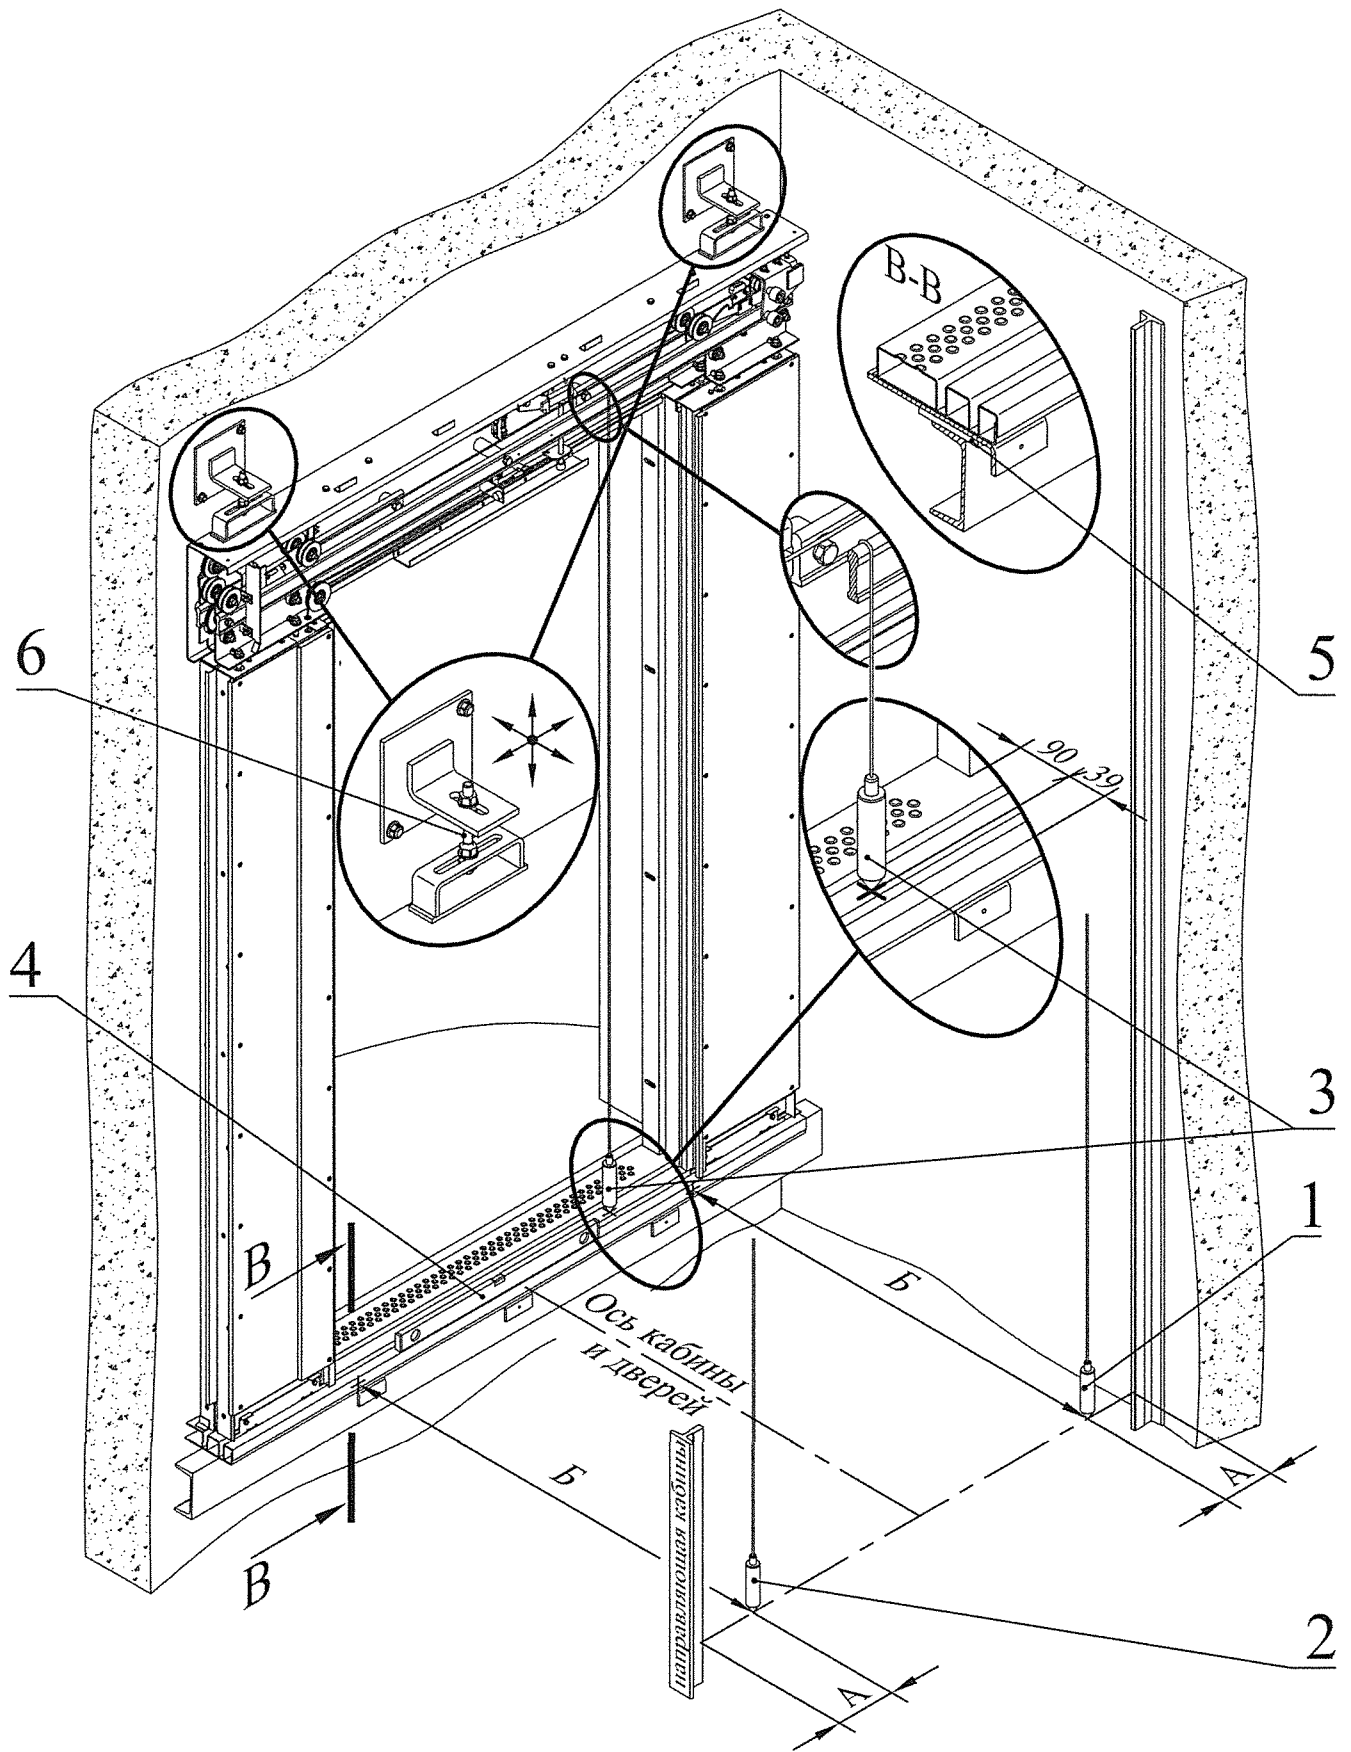

Рисунок 3 – Монтаж дверей с помощью отвесов и уровня
1.2.3 В зоне верхних уголков с помощью шпилек и гаек 6 (рисунок 3) дверь навесить на верхние уголки и расстропить.
Выставить размеры Б (см. рисунок 3) от оси направляющих кабины до порога дверей шахты, выдерживая расстояние А от направляющей кабины и выполнить совмещение оси дверей с осью кабины путем требуемого перемещения двери в шахте. Размер Б берется в монтажном чертеже лифта.
регулировки уровня пола использовать регулировочную пластину 5 (см. рисунок 3, сечение В-В) нужной толщины, вкладывая её между порогом и швеллером. Пространство под порогом заделать раствором бетона после регулировки двери. Для исключения попадания воды в шахту, рекомендуем порог двери
- с помощью уровня 4 (рисунок 3) выставить порог дверей шахты. Порог должен быть установлен горизонтально как в продольном, так и поперечном направлениях. Допустимое отклонение от горизонтальной плоскости не должно превышать 2 мм на всю длину порога;
- с линейки балки двери шахты опустить отвес 3 (рисунок 3) и выставить дверь в вертикальном направлении, перемещая шпильки 6 по пазу верхних уголков, выдерживая размер 90 мм от центра отвеса до порталной стойки и размер 39 мм до края порога, направленного в шахту; отклонение не должно превышать 2 мм.
- проверить уровень порога двери шахты относительно отметки чистого пола остановки. Поднять или опустить дверь шахты, используя для этой цели регулировочные шпильки и гайки 6 (рисунок 3), подвески шахтной двери. Допускается для регулировки уровня пола использовать регулировочную пластину 5 (рисунок 3, сечение В-В) нужной толщины, вкладывая её между порогом и швеллером;
После выверки двери приварить уголки порога двери вместе с регулировочной пластиной 5 (рисунок 3) к швеллеру и окончательно прикрепить дверь шахты.
Конструкция кондуктора должна обеспечивать точность выставления размера Б (см. рисунок 3) от оси направляющих кабины до порога дверей шахты с отклонением не более 1 мм.